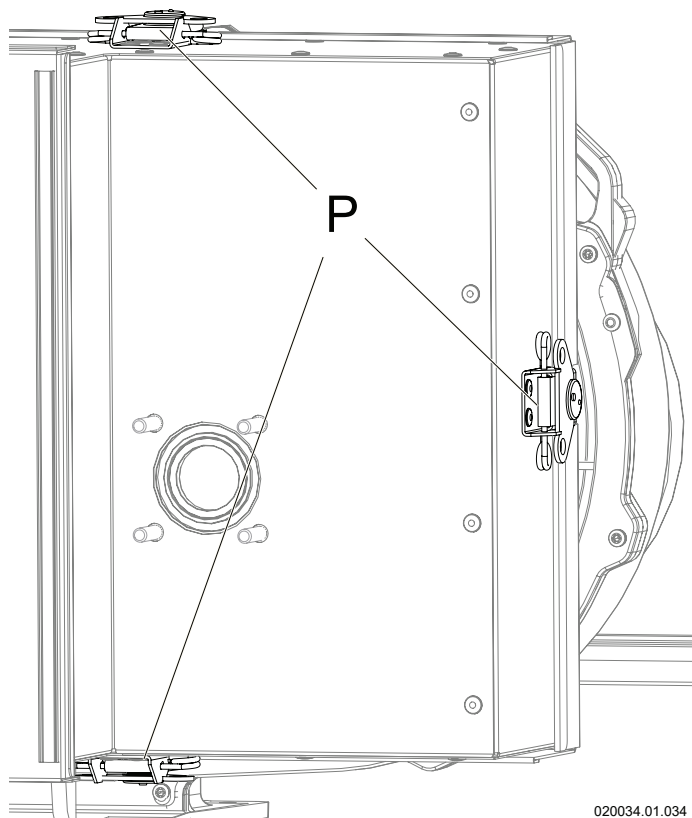

Figura 8-11 - Apertura cerniere del gruppo aspirazione aria
7.-aprire le tre cerniere "P" ruotandole in senso orario di 180 gradi (Figura 8-11);